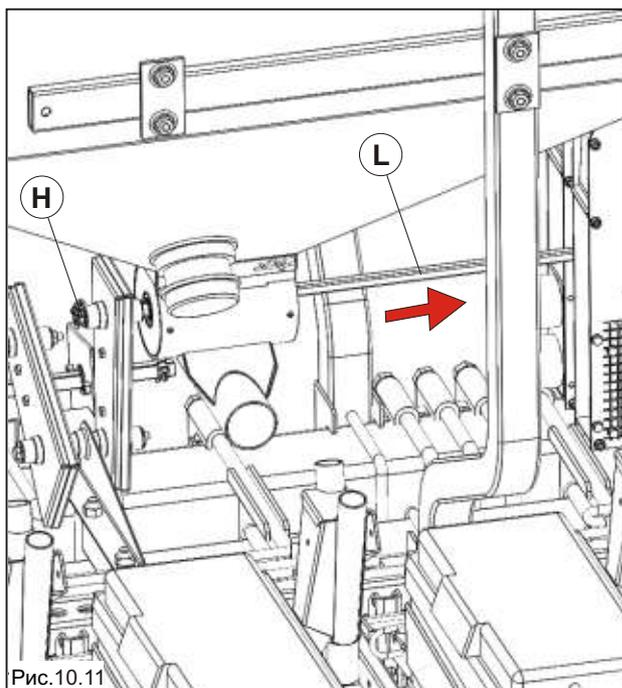

Рис.10.11
- Уберите фиксирующую ось **H** (рис.10.11);
- Открутите ось **L** (рис. 10.11);